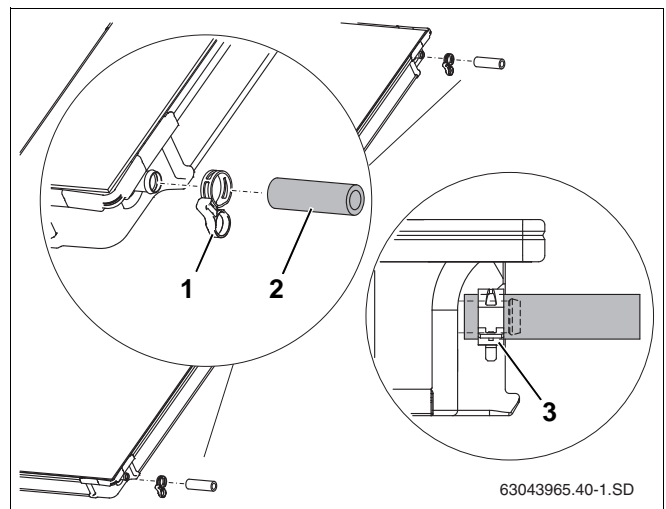

Fig. 39 Formontering af forbindelsessæt på anden solfanger
- ▶ Sæt 95 mm-solvarmeslanger (fig. 39, **pos. 2**) på de højre tilslutninger til den anden og alle øvrige solfangere.
- ▶ Skub fjederbåndene (fig. 39, **pos. 1**) over solvarmeslangen (det andet bånd sikrer senere tilslutningen til den anden solfanger).
- ▶ Træk i sikringsringen, når fjederbåndet sidder rigtigt, så forbindelsen sikres (fig. 39, **pos. 3**).